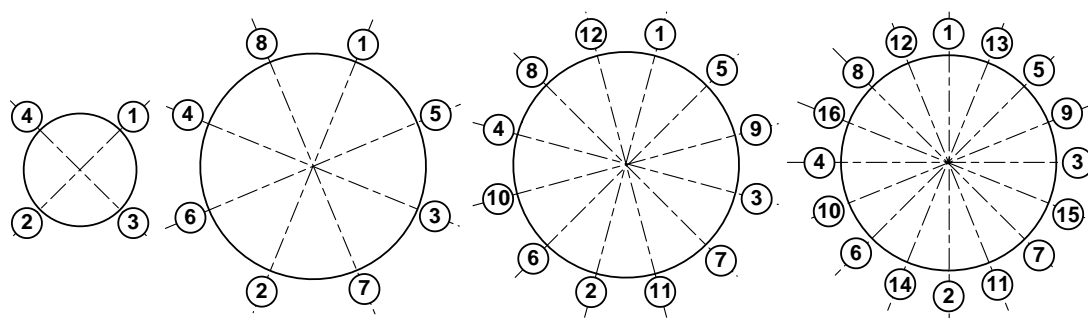

Рис.4. Очередность затяжки гаек на фланцах.
- 3.2.4.4. Затяжка гаек при установке ЭМР (имитатора) в трубопровод должна производиться в очередности, обозначенной на рис.4, динамометрическим ключом с крутящим моментом не более, указанного в табл.2. **В случае превышения усилия затяжки возможно повреждение ППР, вызывающее протечку жидкости во внутреннюю полость ЭМР.**